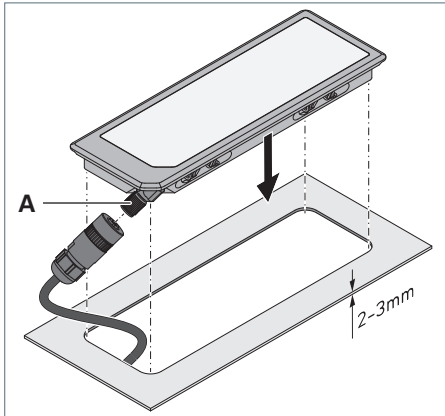

Fig. 5: APE – Leuchte einbauen.
- ▶ Fädeln Sie die Anschlussleitung und die Steckverbindung durch den Ausschnitt, siehe Fig. 5.